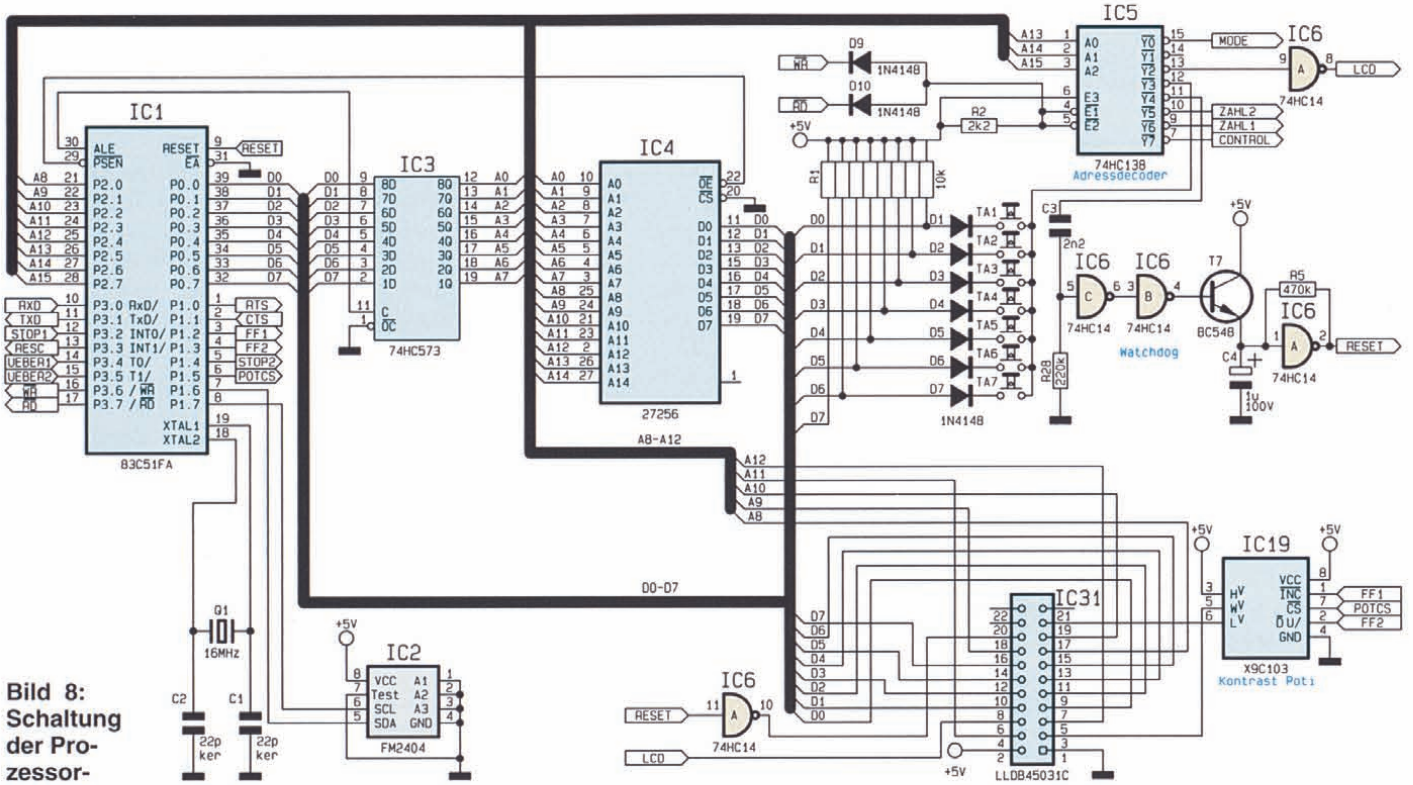

Bild 8:
- Abbildung 8: Prozessorsteuerung
Prozessorsteuerung (Abbildung 8)